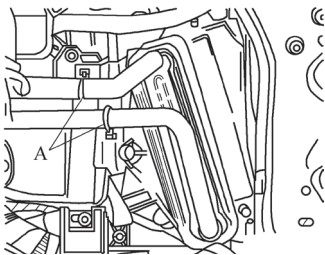

图 5-63 安装软管卡箍
4) 连接热交换器与冷却液管。如图 5-63 所示, 装配时, 软管卡箍 A 必须能在冷却液管上略微转动。必须如图所示安装软管卡箍 A。拧紧软管卡箍 A。拧紧螺栓后检查两个卡箍 A 的位置, 它们必须完全覆盖热交换器和冷却液管上的法兰并且不允许碰到其他部件。